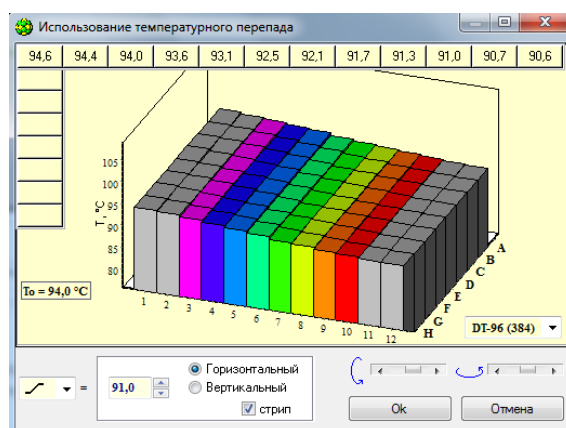

Рис.39 Горизонтальный градиент с опцией «стрип»
4. Для ввода градиента в окошках  =  выбрать символ градиента  и ввести температуру переднего края матрицы при выборе вертикального градиента, или правого края матрицы при выборе горизонтального градиента (Рис.39, 40).
При выборе горизонтального градиента можно выставить опцию ☒ **стрип**, получив при этом поле матрицы 8x8 с улучшенной линейностью градиента (цветная область на Рис.39).